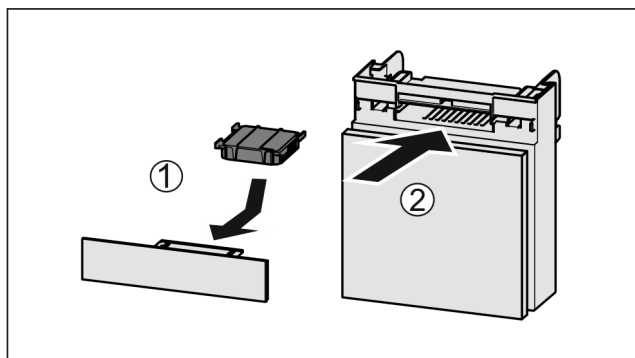

Fig. 47
- ▶ Установите фильтр с активированным углем, как показано на рисунке Fig. 47 (1).
- ▶ Вставьте отделение Fig. 47 (2).